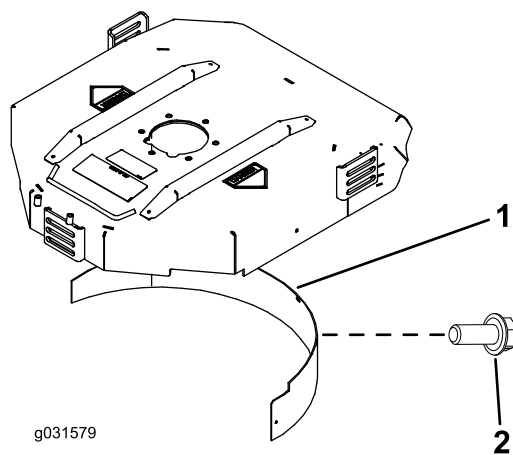

Рисунок 4
2. Установите дефлектор для мульчирования в отверстие задней стенки и закрепите его пятью болтами с фланцевой головкой (Рисунок 4).